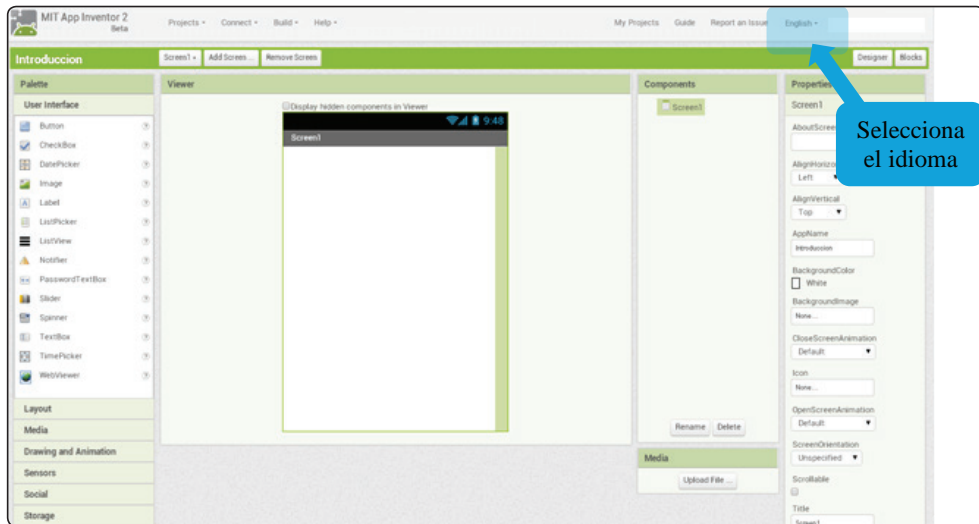

Figura 3.1-4. Imagen de la pantalla de desarrollo al entrar en App Inventor
AppInventor está disponible en varios idiomas, entre ellos el español. Al acceder a la página, el idioma es el inglés, selecciona el que prefieras como mostramos en la Figura 3.1-4.
- **Designer**(Diseñador): Sirve para diseñar las pantallas de la aplicación tal y como las verá el usuario final (véase la Figura 3.1-4).